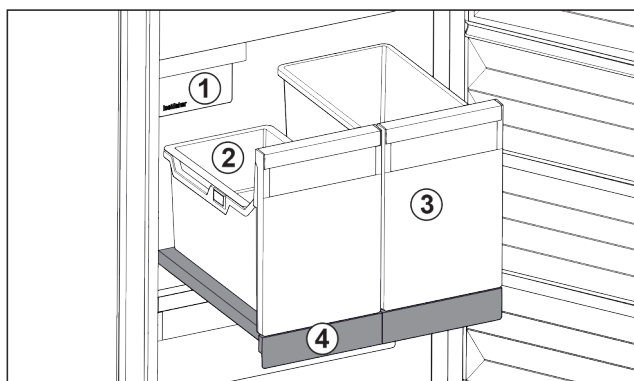

Fig. 122 Ripiano estraibile con IceTower
(1) IceMaker
(2) Vaschetta da agganciare per cubetti di ghiaccio
(3) Contenitori ad es. per pizza, bevande alcoliche
(4) Ripiano estraibile
Sul ripiano estraibile ci sono due contenitori alti (IceTower). I cubetti di ghiaccio dall'IceMaker vengono raccolti e conservati nel contenitore Fig. 122 (2). Il contenitore Fig. 122 (3) è adatto per conservare alimenti alti come pizze o bevande alcoliche.